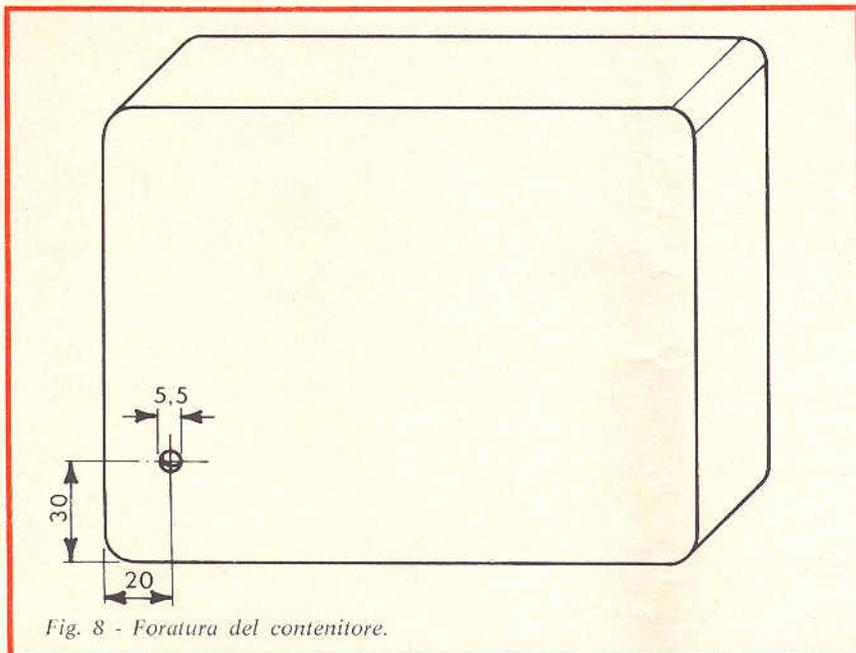

Fig. 8 - Foratura del contenitore.
- Forare il contenitore - vedi fig. 8.